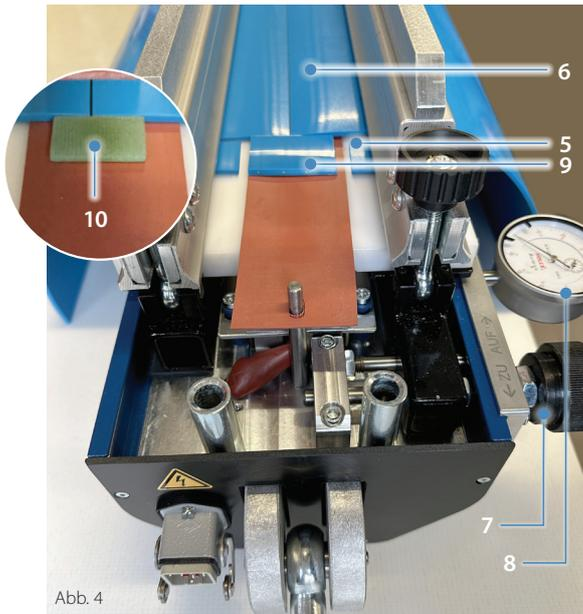

Abb. 4
**Achtung:** Unterfüttern Sie den zweiten Bandhalter bis zum Pressenrand mit Bandmaterial (5), wenn das Band deutlich schmaler ist als die Nennbreite der Presse. (Abb. 4)
- Drücken Sie das zweite Bandende (6) auf Stoß des ersten Bandendes und fixieren Sie es. (Abb. 4)
- Mittels Band-Zustellschraube (7) gleichmäßig einen Stoßdruck aufbauen, bis sich die auf Stoß befindlichen Bandenden minimal anheben. Beide Band-Zustellschrauben um den gleichen Wert in Richtung „Zu“ drehen. Der Wert kann mittels Messuhr (8) abgelesen werden. (Abb. 4)
- Reinigen Sie abschließend die Verbindungsoberfläche und legen den Heizbereich der Presse vollständig mit Beilegematerial (9) aus. Verwenden Sie optional HGW-Beilegeplättchen (10) wenn die Verbindung die gesamte Nennbreite der Presse ausnutzt. (Abb. 4)
**Achtung:** Das Beilegematerial (9) darf nicht mit den Bandhaltern geklemmt werden, da sonst die Zustelleinheit blockiert wird. (Abb. 4)